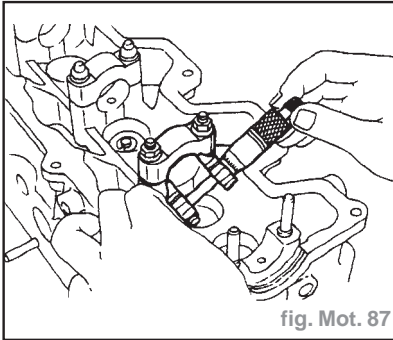

fig. Mot. 87
- Mesurer le diamètre intérieur du palier d'arbre à cames (fig. Mot. 87) :